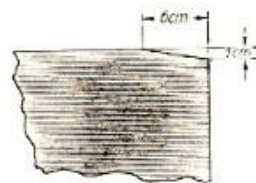

Abb. 1
3. Abschrägen der Bändecken: 6 cm lang, 1 cm tief (Abb. 1)